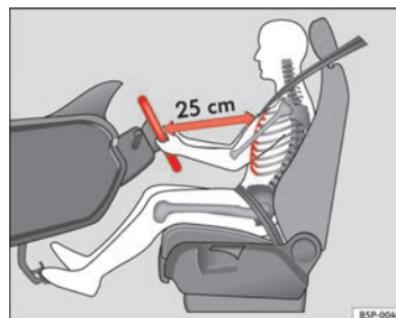

Fig. 137 Posição correcta do banco do condutor
- Ajuste o volante até atingir a posição pretendida ⇒ fig. 137.
- Ajustar o banco do condutor ou o volante, de modo a que a distância entre o volante e o tórax seja de pelo menos 25 cm ⇒ página 177, fig. 137. Se não se respeitar a distância mínima, o sistema de airbag não pode exercer a sua função de protecção – perigo de morte!